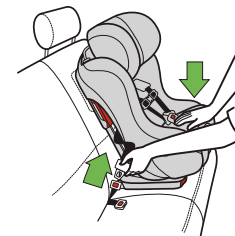

Figura 78
- Si se presiona el centro del asiento de seguridad se reduce la tensión del cinturón del vehículo, lo cual facilita desabrochar el mismo, como se muestra en la **figura 78**.